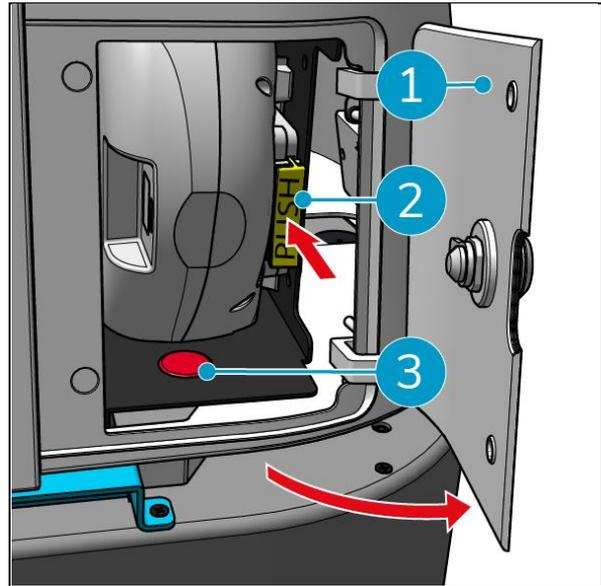
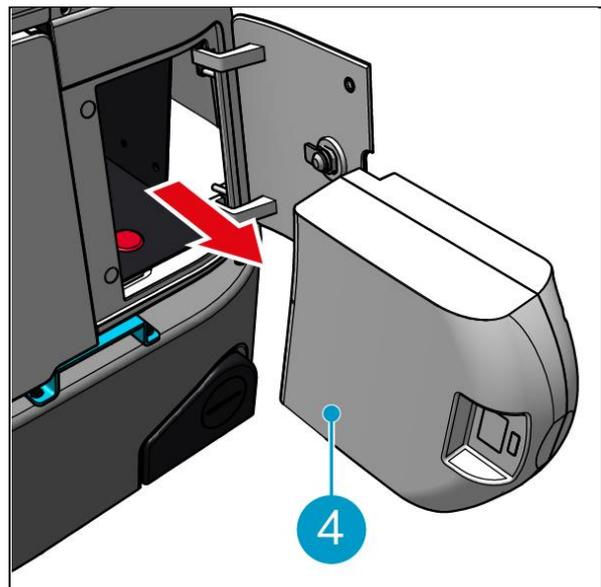

Figure 28
Figure 29
1. Déverrouillez et ouvrez le couvercle du compartiment à piles (Figure 28, pos. 1) à l'aide de la clé fournie.
2. Mettez le co-botic™ 45 hors tension en appuyant sur le bouton marche/arrêt (Figure 28, pos. 3).
3. Tout en appuyant sur le verrou jaune (Figure 28, pos. 2), tirez la batterie hors du compartiment (Figure 29, pos. 4).